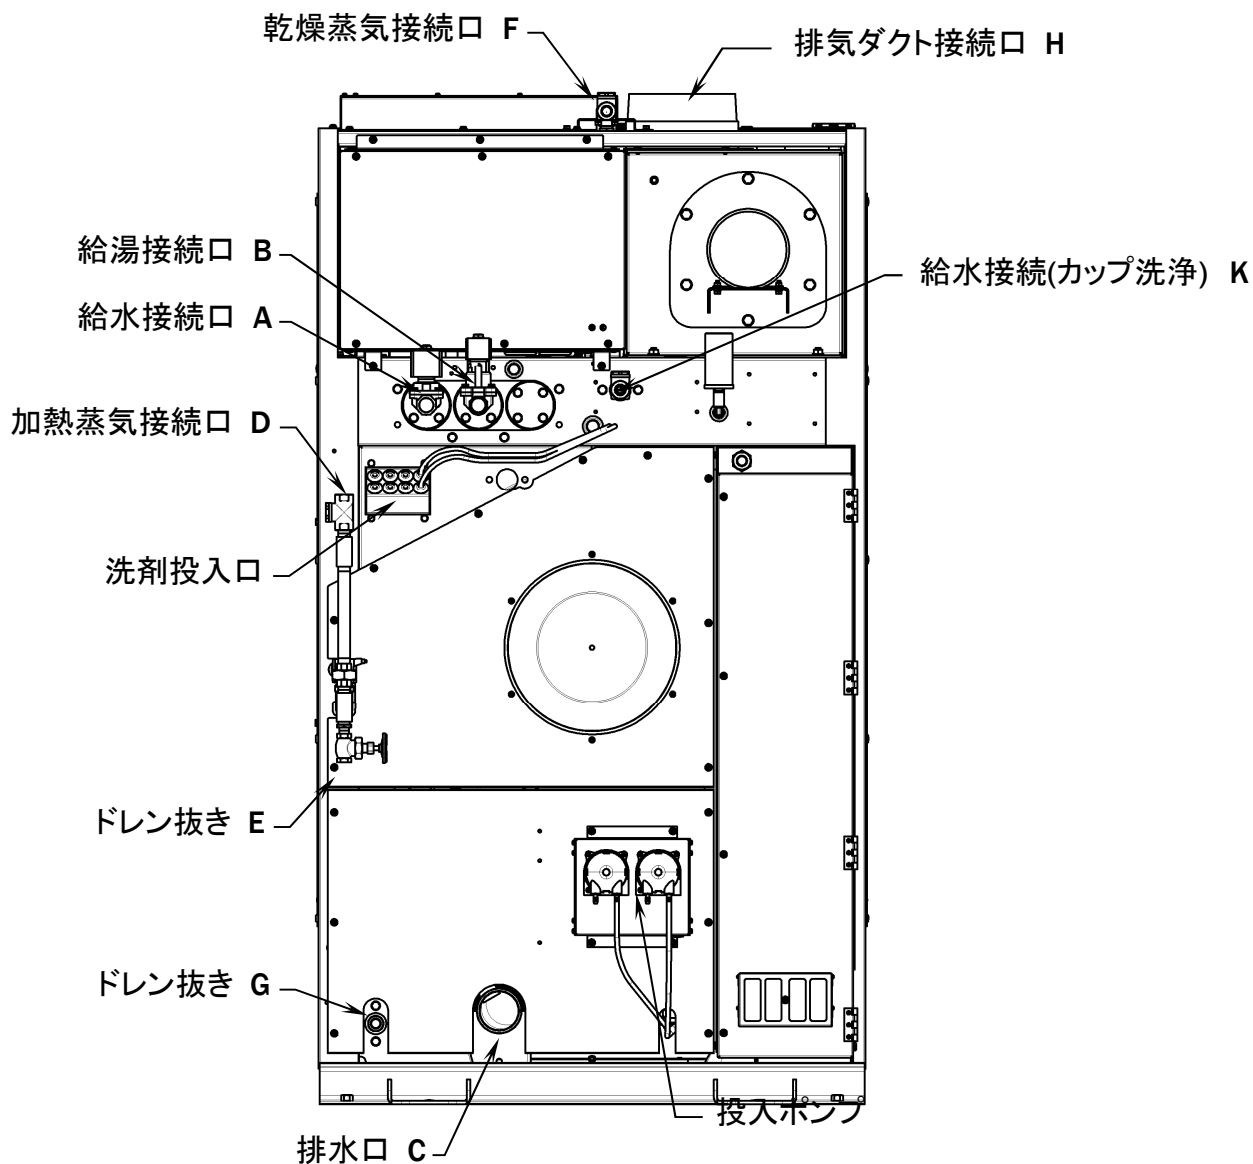

図 5-1
<ul style="list-style-type: none">・ 配管前に供給配管内に異物が無いことを確認してください。・ 加熱蒸気接続口 Dに配管を接続します。(図 5-1)・ ドレン抜き Eにホースを接続しバルブが開放されても蒸気により、機材への損害、人への傷害を招かない場所に配管すること。(図 5-1)・ 蒸気圧力 最大圧力:0. 7Mpa／最小圧力:0. 5Mpa・ 電磁弁などトラブル発生時は速やかに蒸気本管と機械の間に取り付けられた手動オン／オフバルブを閉じ運転を停止すること。
<ul style="list-style-type: none">・ 乾燥蒸気接続口 Fに配管を接続します。(図 5-1)・ 蒸気配管は錆びの出にくいパイプを使用し、出来るだけ抵抗損失のないように配管するとともに、機械接続箇所まで保温材を巻いてください。・ 蒸気圧力 最大圧力:0. 7Mpa／最小圧力:0. 5Mpa・ 指定圧力より圧力が高い場合は、減圧弁で所定の圧力になるように調整してください。また、蒸気の配管路に蒸気圧力を確認できるように圧力計を設置してください。・ ドレン抜き Gに配管を接続します。(図 5-1)・ ドレン抜き配管にはスチームトラップ及び逆止弁を取り付けてください。 この時スチームトラップはドレン抜き配管からすぐの所に取り付けてください。 ドレン回収される場合には、特にスチームトラップは低い位置に取り付けてください。・ 蒸気配管中にドレンが溜まらないように十分注意してください。・ ドレン配管路は、わずかな排圧でドレンを排出できるように配管してください。・ バイパス経路の無いスチームトラップを使用する場合は、配管にバイパス経路を施工してください。
- ・ 排気ダクト接続口 Hにダクトを接続します。外形は 198φです。（図 5-1）